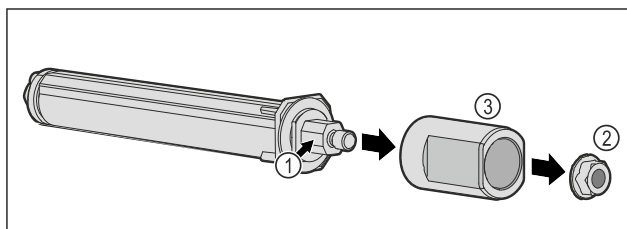

Fig. 53
- ▶ Türschließsystem Fig. 53 (1) nicht zerlegen.
- ▶ Mutter Fig. 53 (2) entfernen.
- ▶ Hülse Fig. 53 (3) abnehmen.